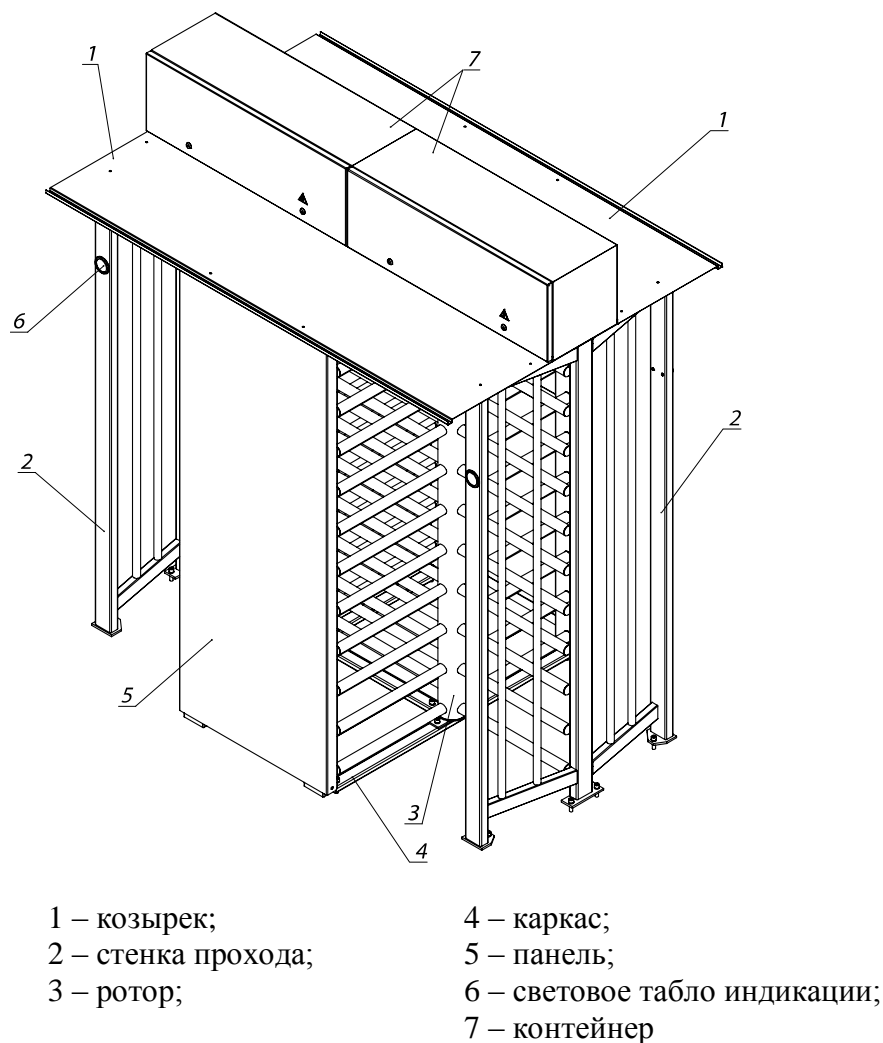

Рисунок 1 – Турникет полноростовой
1.3.1.1 Конструкция полноростового двухпроходного турникета представлена следующими основными устройствами и элементами (см. рисунок 1):
1.4.1.1 Конструкция турникета (см. рисунок 1) состоит из двух стенок прохода 2, каркаса 4 и двух роторов 3. На каркас установлены панели 5. Верхней стяжкой конструкции является два контейнера 7, внутри которых установлены механизмы управления турникета и электрооборудование (блоки питания и управления, аккумуляторы, контроллеры и др.). Сверху сборная арочная конструкция оснащена козырьками 1, которые крепятся к стенкам саморезами.